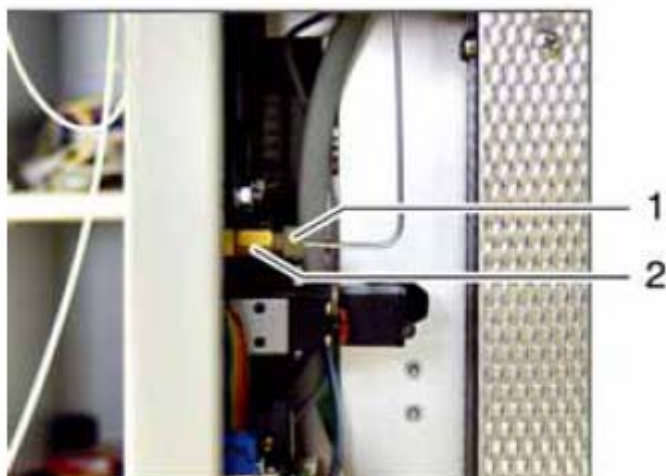

图 102 拧开载气针接头
- 7. 从阀门上将载气针的接头拧下（图 102 中 2），妥善保管直到再次安装固体测定模块。